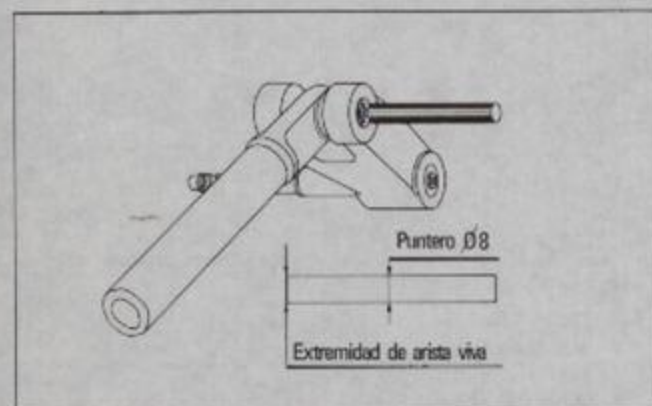

Fig. 61
**Desmontaje de ambas arandelas dentadas (Fig. 61).** Emplear un útil como en la figura 61, actuar dando golpes con un mazo hasta el aplastamiento de la arandela y sacarla mediante un destornillador.